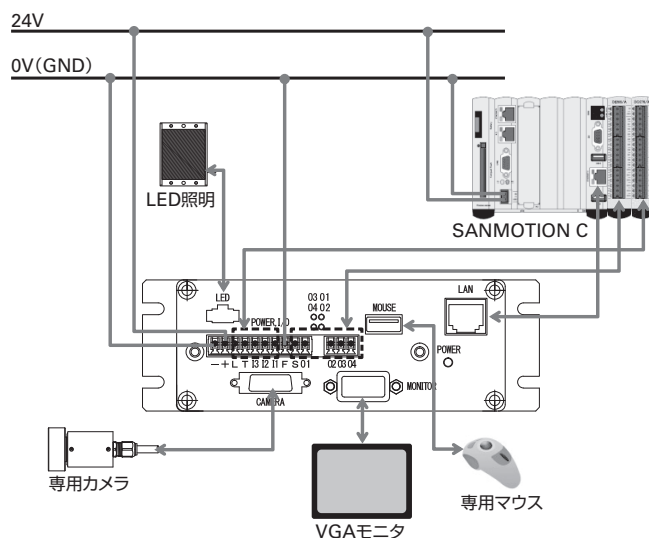

図7 機能特化版 (VS-AS) のシステム接続例
機能特化版本体の外形寸法は125 (W) × 50 (H) × 87 (D) mm, 質量は290gである。後述する高性能版 (VS-EV) と比較すると, 設置面積で約1/2, 質量で約1/5と小型・軽量になっている。図7に機能特化版 (VS-AS) のシステム接続例を示す。